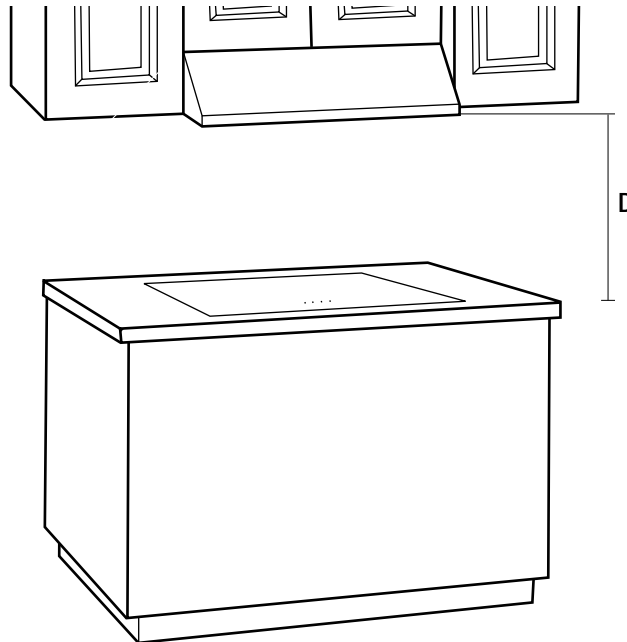

Fig. 1
4. Si vous choisissez d'installer la hotte, comme ci-dessous (Fig. 1), à la distance (D) de la surface de cuisson, prenez des précautions supplémentaires car la hotte peut être très chaude au toucher. Pour cette unité, la distance (D dans la fig. 1) est de 457mm - 710mm (18 po - 28 po). Si vous choisissez une installation de 18po, la température de la surface de la hotte sera élevée si l'appareil est utilisé pendant une cuisson à haute puissance pour un certain temps.